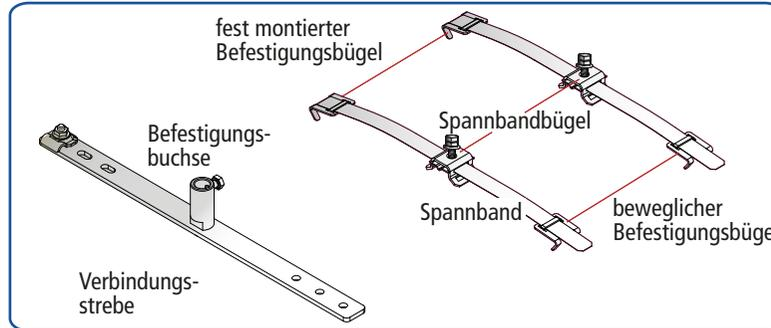
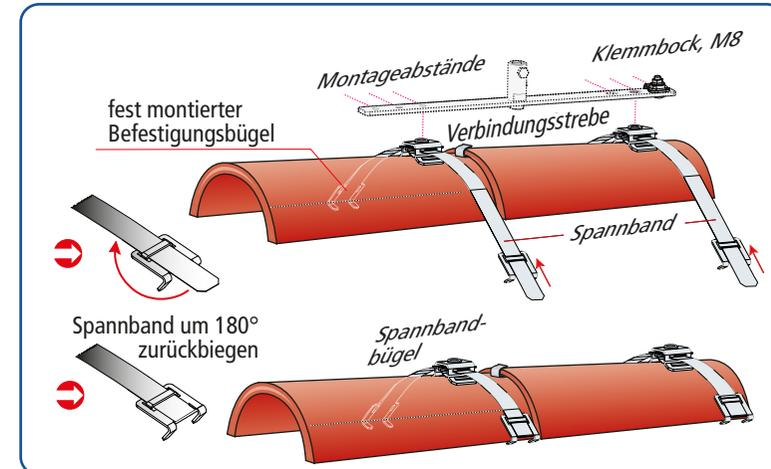

Fig. 1
Fig. 2
- ➔ Auf einer Seite des jeweiligen Spannbandes ist ein Befestigungsbügel fest montiert (siehe Fig. 1 und Fig. 2).
- ➔ Die Montageabstände zwischen den beiden Spannblättern sind durch die Bohrungen (Rundloch, Langloch) der Verbindungsstrebe vorgegeben (siehe Fig. 1 und Fig. 2). Entsprechend kann der Montageabstand zwischen 280 und 420 mm variieren (siehe Fig. 2).
- ➔ Die Befestigungsbügel werden an die untere Kante des Firstziegels herangeschoben und angepasst. Das Spannband muss dabei handfest gespannt sein. Nach der Lagefixierung des Befestigungsbügels diesen vom Ziegel wieder abheben und das Spannband um 180° um den Befestigungsbügel zurückbiegen. Anschließend wird auch der zweite Befestigungsbügel unter dem Firstziegel eingehängt (siehe Fig. 2).